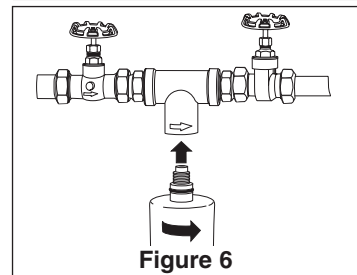

Figure 6
6. Visser la cartouche vers la droite (dans le sens des aiguilles d'une montre) dans la tête du filtre de l'AP430SS. Ouvrir la canalisation d'alimentation principale, ouvrir les robinets et vérifier tous les joints pour repérer les fuites. (figure 6).